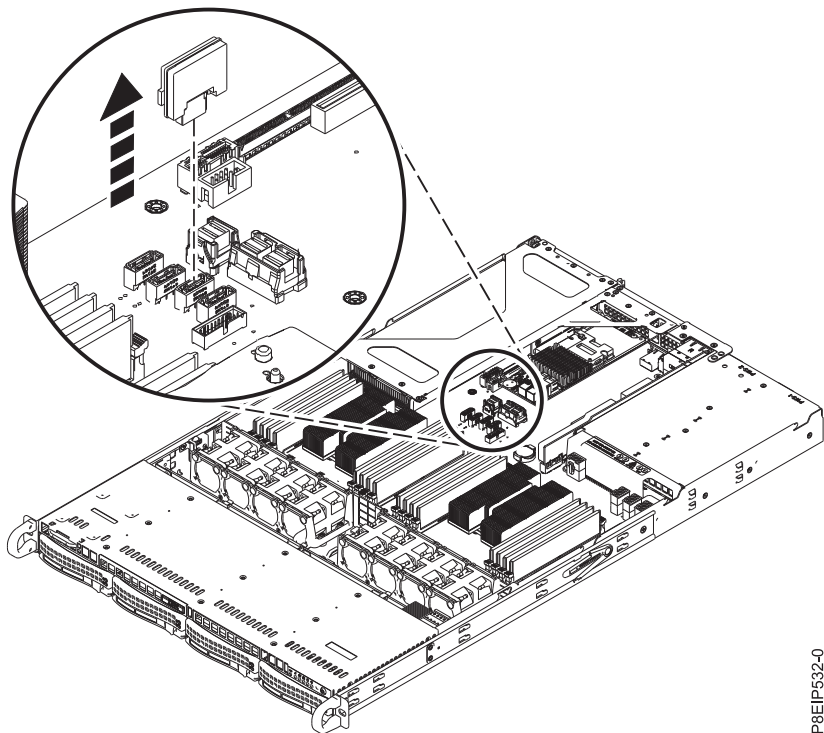

Figure 9. Retrait d'un DOM
2. Retirez le DOM du fond de panier système comme illustré dans la figure 9, à la page 12. Selon le modèle de disque sur module (DOM) dont vous disposez, débranchez le câble d'alimentation entre le DOM et le fond de panier système.